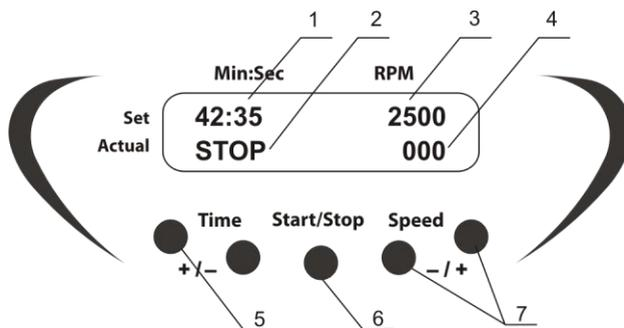

Fig.1 Panneau de configuration
- 4.4. À l'aide des touches **Speed +** et - (Fig. 1/7), programmez la vitesse requise (intervalle d'incrémentations - 100 tpm). Pour augmenter l'intervalle d'incrémentations, appuyez sur la touche pendant plus de 2 secondes. La valeur programmée s'affiche dans la ligne supérieure de l'écran (Fig. 1/3).
- 4.5. Utilisez les touches **Time +** et - (Fig. 1/5) pour programmer l'intervalle de durée de travail souhaitée en minutes et en secondes (intervalle d'incrémentations - 1 min). Pour augmenter l'intervalle d'incrémentations, appuyez sur la touche pendant plus de 2 secondes. La valeur programmée est affichée dans la ligne supérieure de l'écran (Fig. 1/1).
- 4.6. Appuyez sur la touche **Start/Stop** (Fig. 1/6). La plate-forme commencera le mélange et l'indicateur du minuteur affichera le décompte de l'intervalle de temps dans la ligne inférieure de l'écran (**Actual**) (fig.1/2).
- 4.7. Si la durée de fonctionnement n'est pas réglée (ou est réinitialisée) et que l'écran affiche 00:00, appuyez sur la touche **Start/Stop** pour indiquer la durée et pour que l'appareil se mette à fonctionner en continu jusqu'à ce que la touche **Start/Stop** soit pressée. La valeur réelle de la vitesse de la plate-forme est affichée dans la ligne inférieure de l'écran (fig.1/4)
- 4.8. Une fois le programme terminé (lorsque la durée programmée s'est écoulée), le mouvement de la plate-forme s'arrêtera et l'indication clignotante « STOP » s'affichera dans la ligne inférieure de l'écran. Dans le même temps, un signal sonore répétitif se fera entendre jusqu'à ce que la touche **Start/Stop** (fig.1/7) soit pressée.